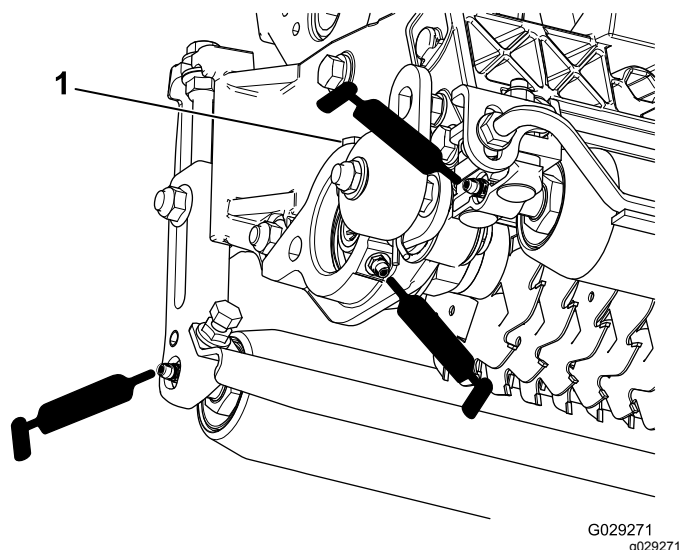

図 13
一週間ごとに、5ヶ所のグリスポイント 図 13 にNo.2リチウム系汎用グリスを注入します。
2. ローラのシールやベアリングのリリーフバルブからきれいなグリスがはみ出てくるまでグリスを注入する 図 13。